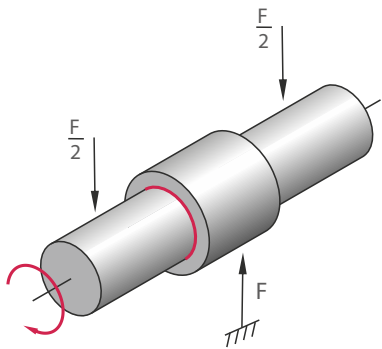

Abb. 12: Punktlast, vertikale konstante Belastung (abwärtsgerichtet), Buchse steht, Welle dreht. Das Schmiermittel fließt in den belastenden Bereich.
- Punktlast, vertikale konstante Belastung (abwärtsgerichtet), Buchse steht, Welle dreht sich (Abb. 12)